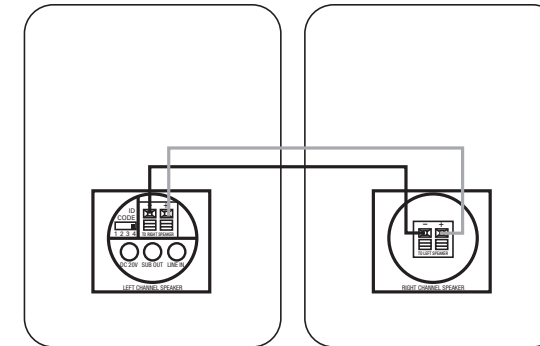

Bild 3.
Steg 3. Anslut högtalarsladden (medföljer) till uttagen för högtalaren på den aktiva högtalaren (6) och till uttagen för högtalaren på den bakre passiva högtalaren (10). Se bild 3. Observera att det finns en polaritetsremsa på högtalarsladden för att det ska vara lättare att skilja på de två ledarna. Kontrollera med hjälp av polaritetsremsan att du ansluter det positiva (+) uttaget på en högtalare till det positiva (+) uttaget på den andra högtalaren, och det negativa (-) till det negativa (-).
Steg 3. Anslut högtalarsladden (medföljer) till högtalaruttagen på den aktiva högtalaren (6) och till högtalaruttagen på baksidan av den passiva högtalaren (10), se bild 3. Observera att högtalarsladden som medföljer har en polaritetsremsa för att det ska vara lättare att skilja på ledarna. Kontrollera med hjälp av polaritetsremsan att du ansluter det positiva (+) uttaget på en högtalare till det positiva (+) uttaget på den andra högtalaren, och det negativa (-) till det negativa (-).
Steg 3. Anslut högtalarladdan (medföljer) till högtalaruttagen på den aktiva högtalaren ⑥ och till högtalaruttagen på baksidan av den passiva högtalaren ⑩, se bild 3. Observera att högtalarladdan som medföljer har en polaritetsremsa för att det ska vara lättare att skilja på ledarna. Kontrollera med hjälp av polaritetsremsan att du ansluter det positiva (+) uttaget på en högtalare till det positiva (+) uttaget på den andra högtalaren, och det negativa (–) till det negativa (–).